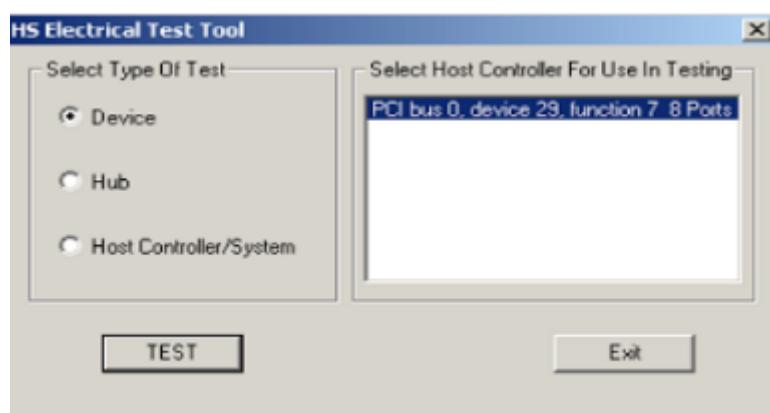

图 1-1 选择测试类型
2. 打开测试工具，选择“Device”,然后点击“TEST”按钮，如下图 1-1 所示